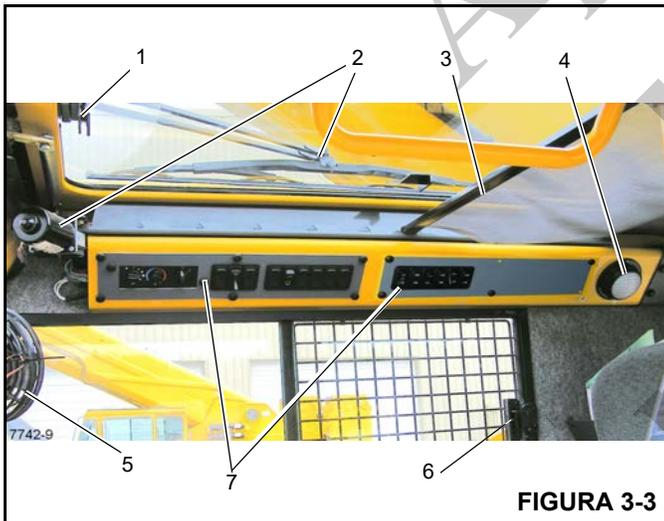
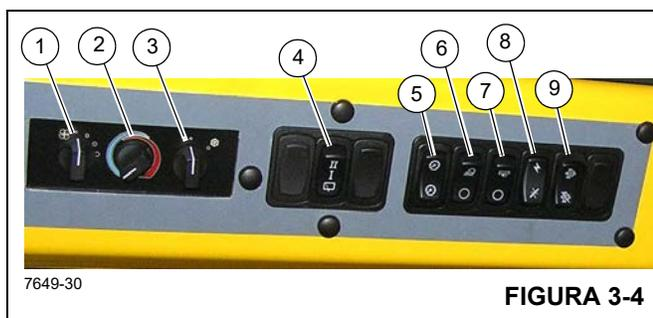

FIGURA 3-3
FIGURA 3-4
A trava do teto solar (1, Figura 3-3) localiza-se na frente do teto solar. Aperte a trava e deslize a janela para trás para abrir. Para fechar, deslize a janela para frente até que a trava encaixe.
O limpador do teto solar (2, Figura 3-3) é controlado pela chave do limpador (4) e operado pelo motor do limpador (2).
O protetor do teto solar (3, Figura 3-3) é usado para diminuir a incidência direta da luz do sol. O protetor é autorretrátil e pode ser ajustado para filtrar toda a luz ou ajustado para trás, encaixando-o nos entalhes existentes.
A luz de teto da cabine (4, Figura 3-3) localiza-se no canto traseiro direito do console do teto da cabine e ilumina a cabine. A luz de teto é controlada por uma chave na própria luz.
O ventilador de circulação da cabine (5, Figura 3-3) localiza-se no lado dianteiro esquerdo da cabine, acima da estrutura da janela. Uma articulação permite que o ventilador gire e uma chave em sua base controla a operação. A chave possui as posições alta, baixa e desligada.
Números dos itens da Figura 3-4
A chave do ventilador do aquecedor/ar-condicionado (1, Figura 3-4) controla a rotação do ventilador da cabine. A chave de rotação do ventilador controla o volume de saída do ar aquecido (ou refrigerado) do ventilador. Os ajustes são Desligado, Rotação baixa, Rotação média e Rotação alta.
A chave de controle do aquecedor (2, Figura 3-4) controla a intensidade da temperatura de aquecimento. Gire a chave à direita (sentido horário) para abrir a válvula de aquecimento. (O calor é fornecido pelo fluido aquecido que passa pela serpentina do aquecedor). Gire a chave à esquerda (sentido anti-horário) para fechar a válvula e interromper a vazão do fluido, diminuindo o aquecimento.
A chave do ar-condicionado (3, Figura 3-4) controla a operação do sistema de ar-condicionado opcional. Os ajustes são desligado (O) e ligado (I).
O limpador do teto solar acionado eletricamente é usado para retirar a umidade do teto solar. O limpador do teto solar é controlado pela chave do limpador do teto solar (4, Figura 3-4). É uma chave de 3 posições Desligada/Baixa velocidade/Alta velocidade.
A chave reguladora de luz (5, Figura 3-4) controla a iluminação do painel indicador do teto (7, Figura 3-3); pressione a chave para aumentar ou diminuir a iluminação do painel.
A chave das luzes de trabalho (6, Figura 3-4) controla as luzes de trabalho do guindaste montadas na parte inferior dianteira da cabine da superestrutura. Pressione a parte superior da chave para ligar as luzes de trabalho. Pressione a parte inferior da chave para desligar as luzes de trabalho.
A chave das luzes da lança (7, Figura 3-4) localiza-se no painel lateral do mostrador. Esta chave de duas posições (ON/OFF - Ligada/Desligada) controla a operação dos holofotes da lança. Pressione a parte superior da chave para ligar as luzes da lança, pressione a parte inferior da chave para desligar as luzes.
A chave de alimentação das funções do guindaste (8, Figura 3-4) localiza-se no painel lateral do mostrador. Esta chave de duas posições ON/OFF (Ligada/desligada) permite que o operador desligue a energia das funções do guin-
A chave de limpeza do sistema de escape do motor (9, Figura 3-4) localiza-se no lado direito do painel de controle do teto. Esta chave possui três posições: Inibir limpeza/permitir limpeza ativa/iniciar limpeza manual. A posição central possibilita que a limpeza ocorra quando necessário, ou pressione esta chave para forçar a limpeza manual a iniciar imediatamente ou para desativar a limpeza indefinidamente: